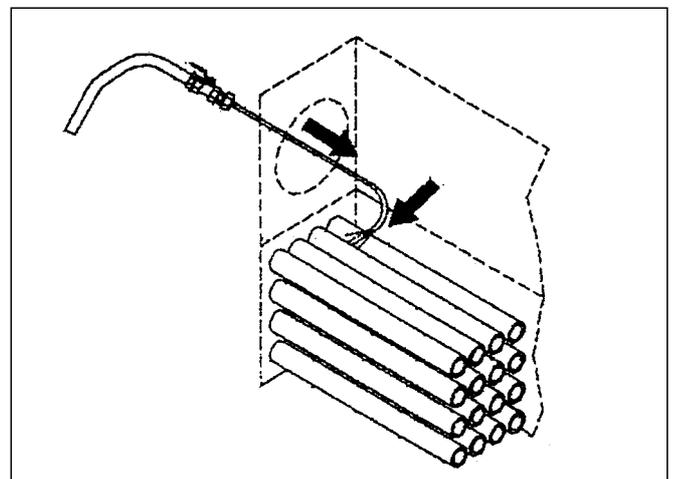

Abb. 16: Reinigung der keramischen Rohre
- Rohre mit Reinigungsspritze (Abb. 16) nass reinigen. Dazu wird die Reinigungsspritze auf einen Gartenschlauch DN 15 aufgesteckt, welcher mit dem Wasserversorgungsnetz verbunden ist. Reinigungsspritze (Abb. 16) ist im Lieferumfang des Öl-Brennwert-Wärmetauschers enthalten.